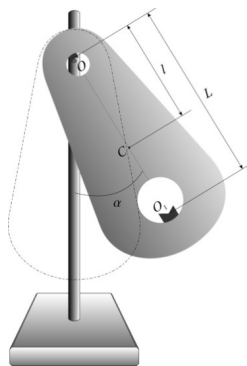

Рис. 2
Определение ускорения свободного падения тел g производится при помощи физического маятника (рис. 2). Он представляет собой массивную пластину с параллельными друг другу опорными призмами, расположенными в точках O и O_1 . Физический маятник с двумя параллельными друг другу закрепленными опорными призмами, относительно которых он может совершать колебания, называется оборотным маятником. Точка на прямой, соединяющей точку подвеса O с центром инерции C , лежащая на расстоянии приведенной длины L от оси вращения, называется центром качания физического маятника.
8. Запишите момент, возникающий при отклонении физического маятника на малый угол α (рис. 2), используя уравнение вращательного движения.